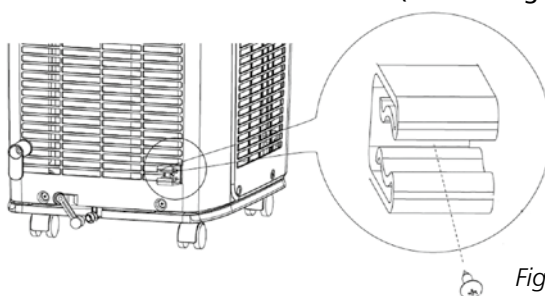

Figura 21
- 3 Monte el soporte de la tubería G (véase la figura 1) en la parte posterior de la unidad de aire acondicionado (véase la figura 21).